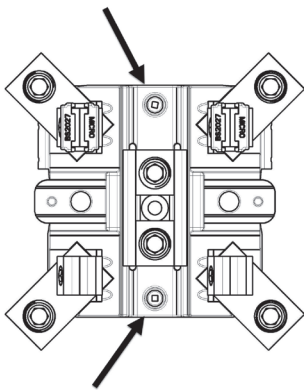

Figure 1
3. Retirer le bloc principal en retirant les (2) vis de montage identifiées à la Figure 1. Conserver le bloc et éliminer les vis.